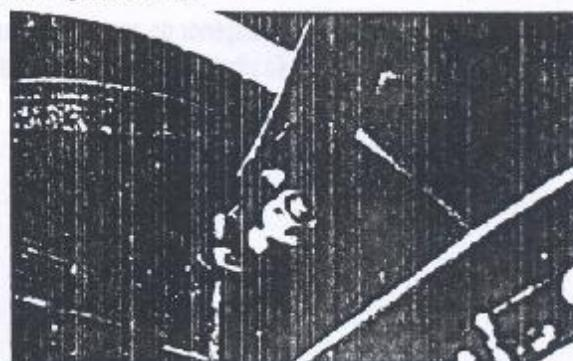

Figura 5.13.1 - Fixação inferior do amortecedor
3. Remover a porca de fixação do olhal inferior do amortecedor à placa de retenção do feixe de molas. (Figura 5.13.1). Remover o parafuso e desencaixar o olhal inferior do amortecedor da placa de retenção.
2. Posicionar o olhal inferior do amortecedor na placa de retenção do feixe de molas. Instalar o parafuso e a porca e apertá-la ao torque de 30 Nm (Figura 5.13.1).